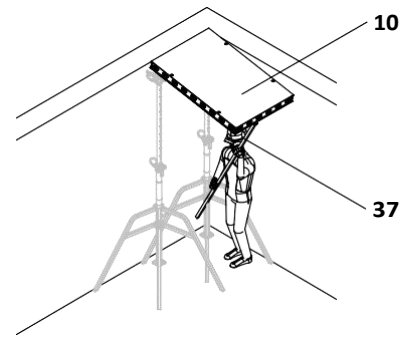
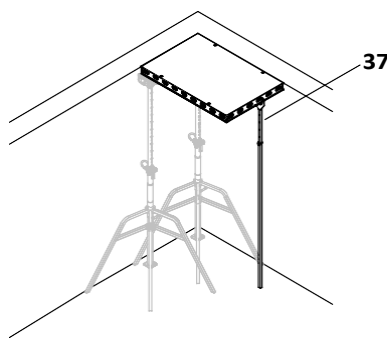

Fig. D2.03
Fig. D2.03a
4. Бутнете елемента нагоре с кофражната вилица DUO (37) (Fig. D2.03) и закачете елемента върху нея. (Fig. D2.03a)